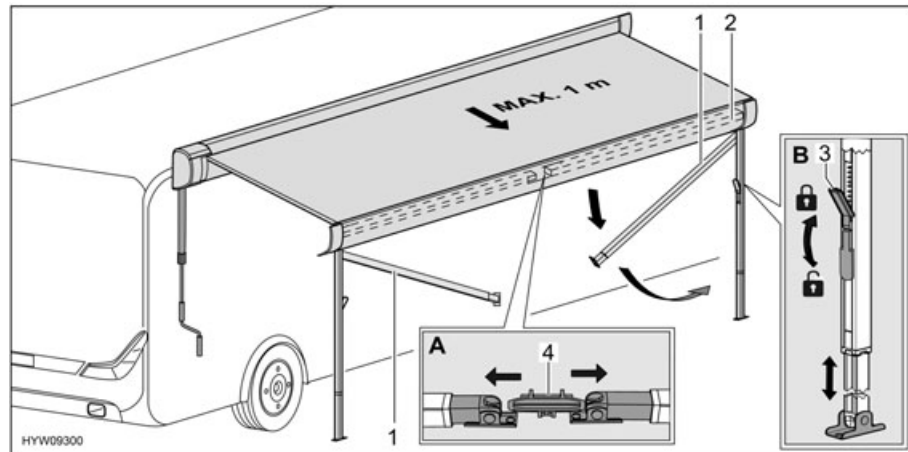

Fig. 21 Preparazione dei montanti di supporto
- Sbloccare i montanti di supporto (Fig. 21,1) dal supporto (Fig. 21,4) nel listello anteriore (Fig. 21,2). A tale scopo, premere leggermente verso l'esterno i montanti di supporto (Fig. 21,A).
- Allentare i bloccaggi (Fig. 21,3) dei montanti di supporto. A tale scopo, ripiegare la leva di serraggio verso il basso.
- Estrarre la parte inferiore dei montanti di supporto fino alla lunghezza desiderata (Fig. 21,B).
- Chiudere i bloccaggi (Fig. 21,3) dei montanti di supporto. A tale scopo, tirare verso l'alto la leva di serraggio.